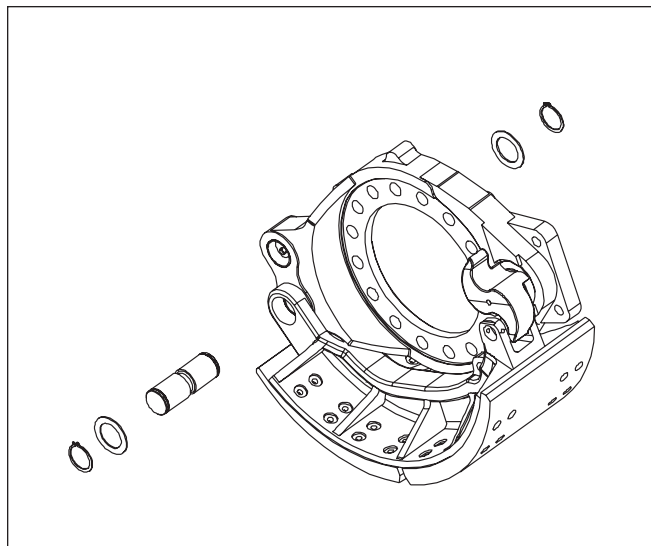

Figure 77 – Positionnement du segment inférieur
7. Positionner le segment inférieur sur le porte-segments, puis y enfiler l'axe, les rondelles et les anneaux de retenue inférieurs. Cf. *Figure 77*.